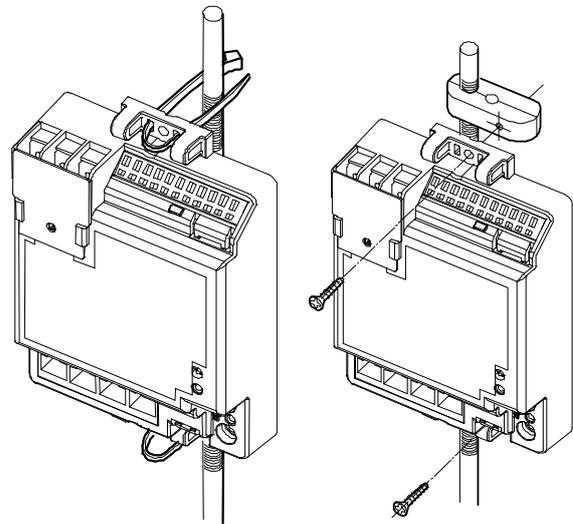

图 8 将 Infilex FC 安装在吊棚螺栓上
3) 用两条电缆扎带将Infilex FC安装在位于天花板的吊棚螺栓上($\phi 9\text{ mm}$)。将一条电缆扎带穿过两个孔。该孔位于Infilex FC顶部和底部的M4螺丝孔的两侧。可以用两个扣件代替电缆扎带将Infilex FC安装在吊棚螺栓上(请参照图8)。